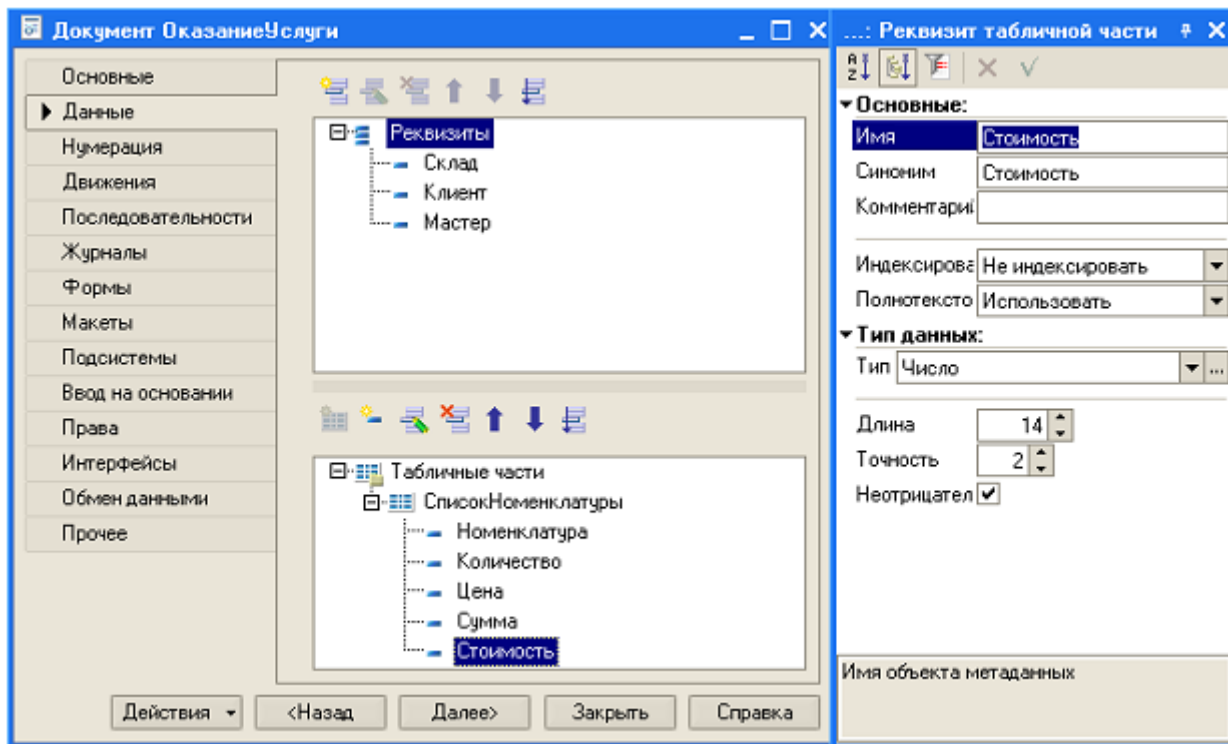

Рис. 98
- перейдите на закладку *Данные* и создайте новый реквизит табличной части с именем *Стоимость* – тип Число, длина 14, точность 2 (рис. 98);